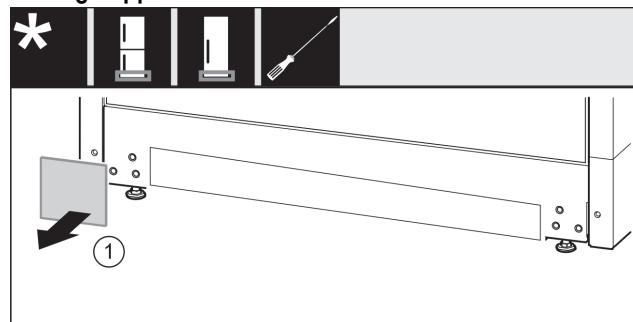

Fig. 17
- ▶ Rimuovere la copertura Fig. 17 (1).